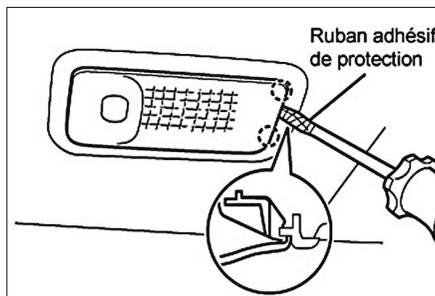

FIG. 124
- Déposer le plafonnier (Fig.124).